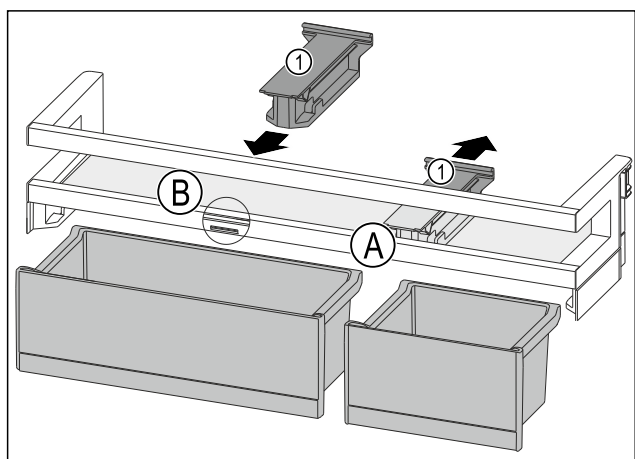

Fig. 154
- ▶ 将定位件 Fig. 154 (1) 向后拉至位置 Fig. 154 (A)。
- ▶ 将定位件 Fig. 154 (1) 插入至位置 Fig. 154 (B)。